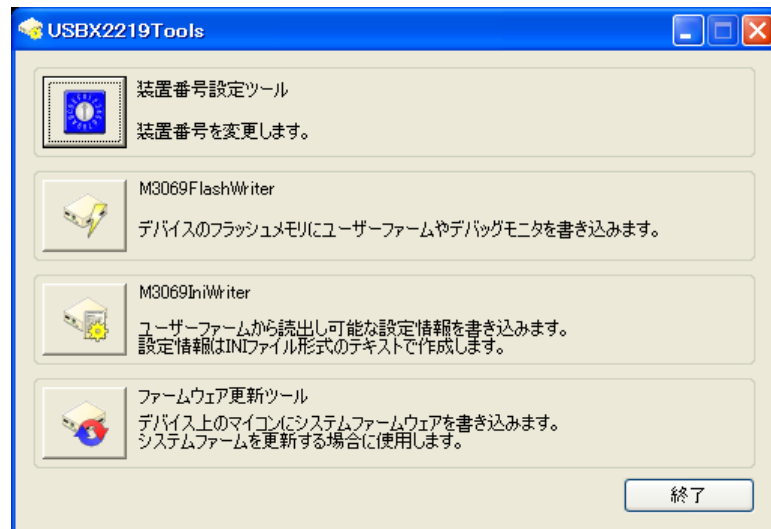
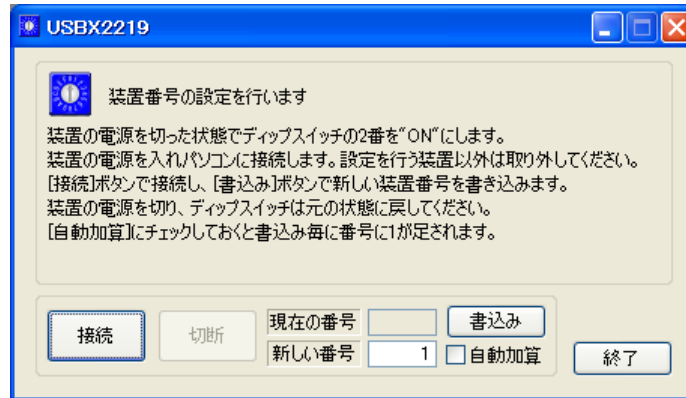

図 32 設定ツールのメニュー画面
図 33 番号設定ツールの画面
2. 設定ツールのメニュー画面(図 32)から[装置番号設定ツール]ボタンを押します。図 33 のような画面が表示されます。